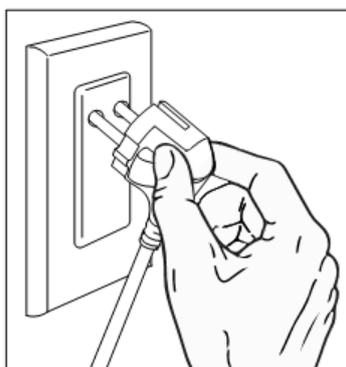

Рисунок 1
1. Подключите кабель питания шлифмашинки к источнику питания (220-240 В, перем. ток). После того, как вилка будет надлежащим образом вставлена в розетку, прозвучат звуковые предупреждающие сигналы, а светодиодный индикатор начнет гореть красным цветом; смотрите рисунок 1.